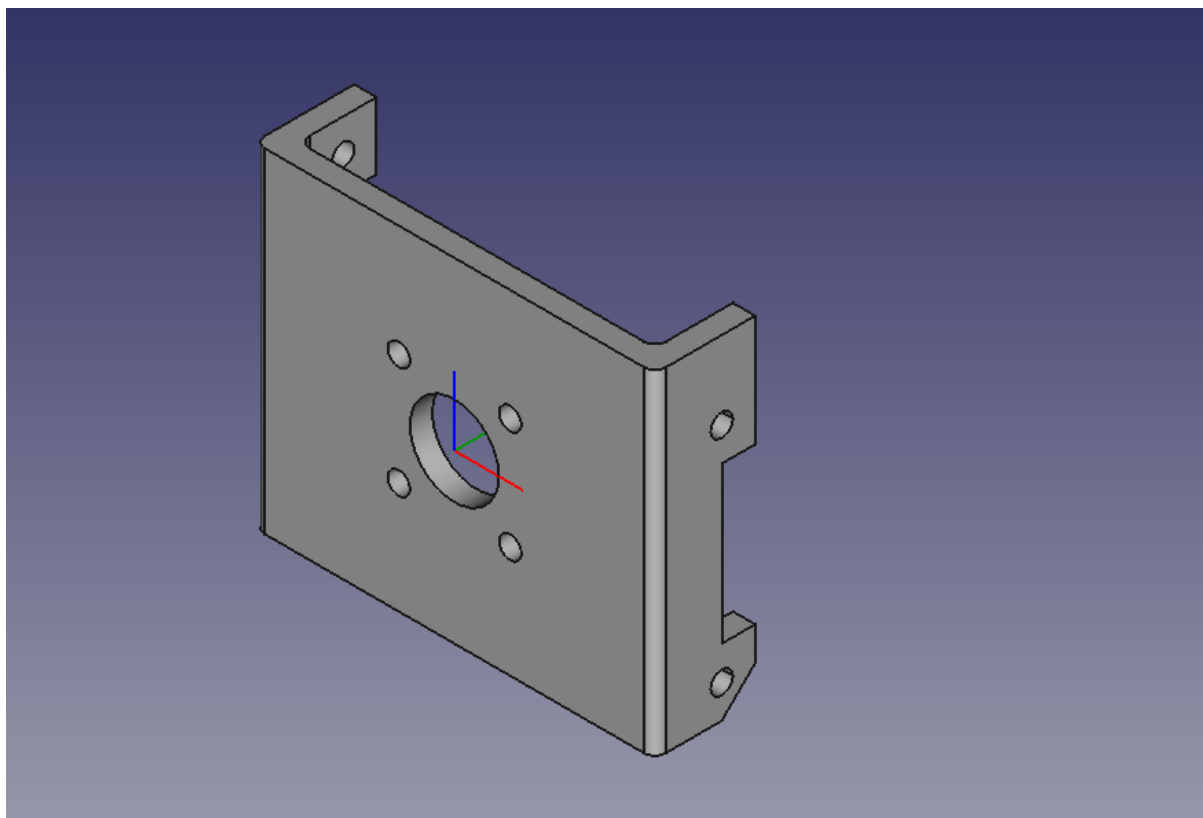

Рис. 6. Держатель сервомотора
14. В результате получаем готовую модель держателя сервомотора Keeper_1, приведенную на Рис.6.
Итак, в результате описанных действий имеем модели двух держателей сервомотора: правого и левого в файлах Keeper_1.FCStd и Keeper_2.FCStd. Модели полностью зеркально идентичны. Модель держателя сервомотора Keeper_1 представлена на Рис.6.